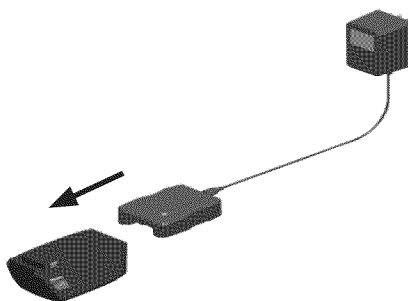

Figure 2 - Insertion de la pile dans le chargeur.
- Faites glisser le chargeur sur la pile comme indiqué dans la figure 2. The LED will light up. Laissez la pile se recharger jusqu'à ce que le voyant à DEL rouge s'éteigne. Après la recharge initiale, votre batterie devrait demeurer chargée de 3 à 9 heures dans des conditions d'utilisation normales.